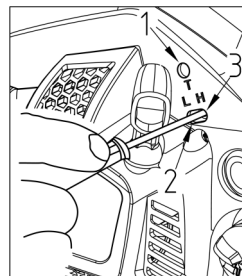

Рис. 10
Для регулировки выполните следующие шаги (рис. 10).
3. Поверните винт (T) регулировки холостого хода (рис. 10 поз. 1) против часовой стрелки так, чтобы пильная цепь не вращалась. При слишком низких оборотах холостого хода, поверните винт по часовой стрелке.